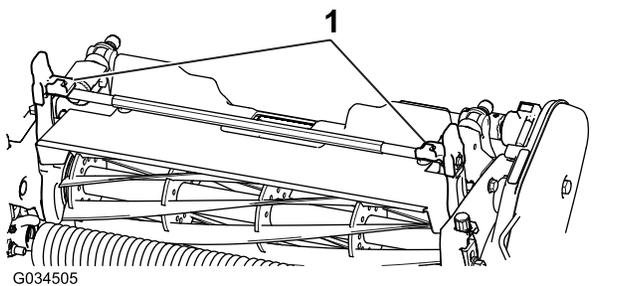
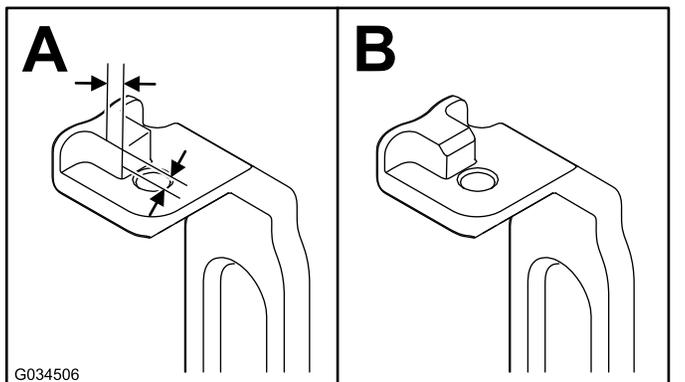

Figura 3
Figura 4
2. En ambos brazos de inclinación (Figura 3), mida 2.3 mm en las pestañas y amole la esquina, tal y como se muestra en la Figura 4.